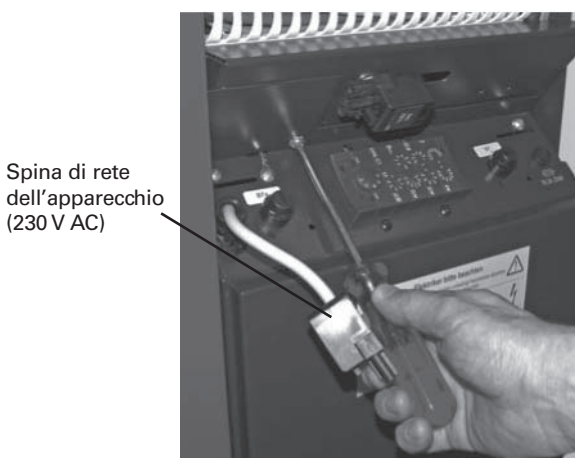

Fig. 68 Staccare la spina di rete dell'apparecchio e togliere la vite
- Staccare la spina di rete dell'apparecchio e svitare la vite che si trova dietro – Fig. 68.